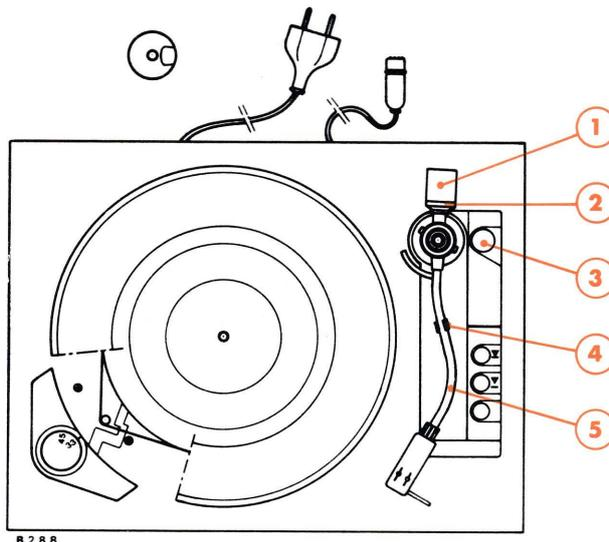

Fig. 8
(Fig. 8)
B. RÉGLAGE DE LA FORCE D'APPUI ET DE L'ANTI-SKATING (Fig. 8)
2° - Réglage de l'anti-skating (Fig. 8)